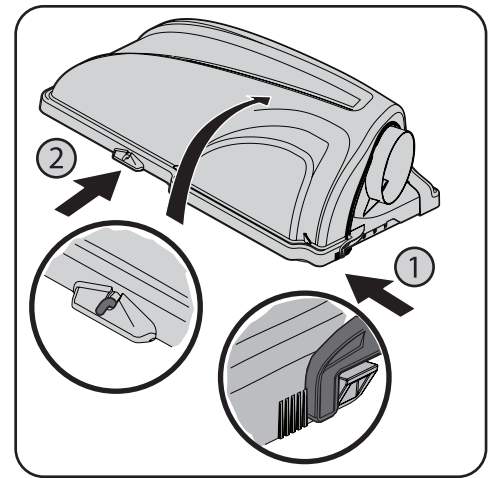

Figure 4-22
3. Fixez le coude de la goulotte au plateau de coupe à l'aide du bouton à ailettes (720-04122) fourni avec la trousse de quincaillerie 689-01419. Consultez la Figure 4-22.
Remarque : Le cas échéant, retirez le capuchon protecteur de la tige de fixation du plateau de coupe, comme montré dans l'encart supérieur de la Figure 4-22.